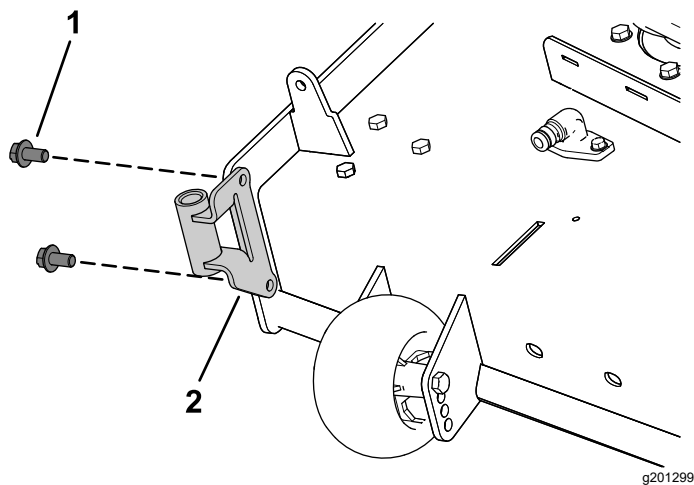

Bild 8
- Befestigen Sie die Gebläsestütze mit zwei Sechskantstellschrauben ($\frac{3}{8}'' \times \frac{3}{4}''$) am Mähwerk, wie in **Bild 8** abgebildet.